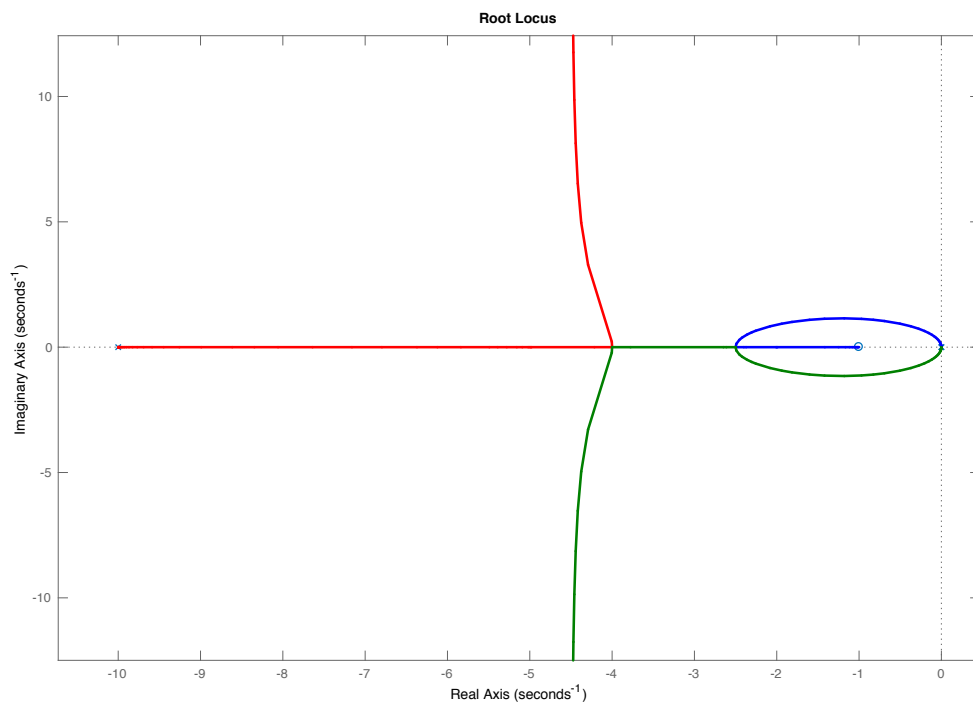

Figura 1. Questão 3
3) (Peso 2) Na Figura 1 é mostrado o lugar das raízes do projeto de um controlador PI para uma FT $G(s)$ e uma escolha do zero do controlador.